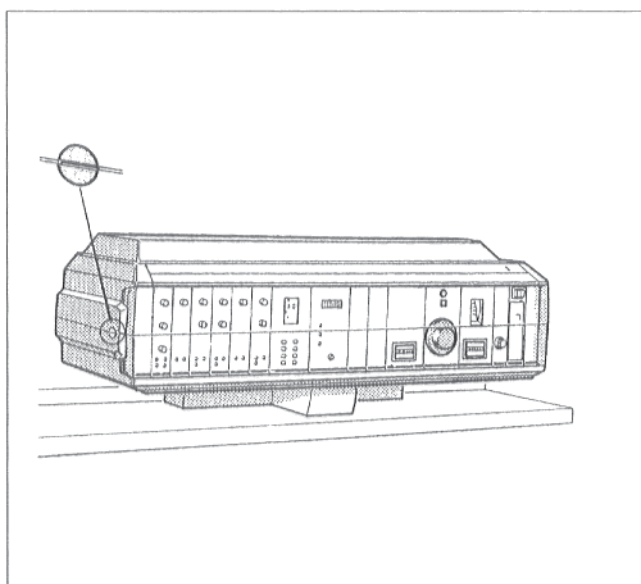

Рис. 1
- Установить шлиц винта прозрачного покрытия регулятора (рис. 1) в горизонтальное положение, например, при помощи монеты. Снять прозрачное покрытие в направлении вперед.